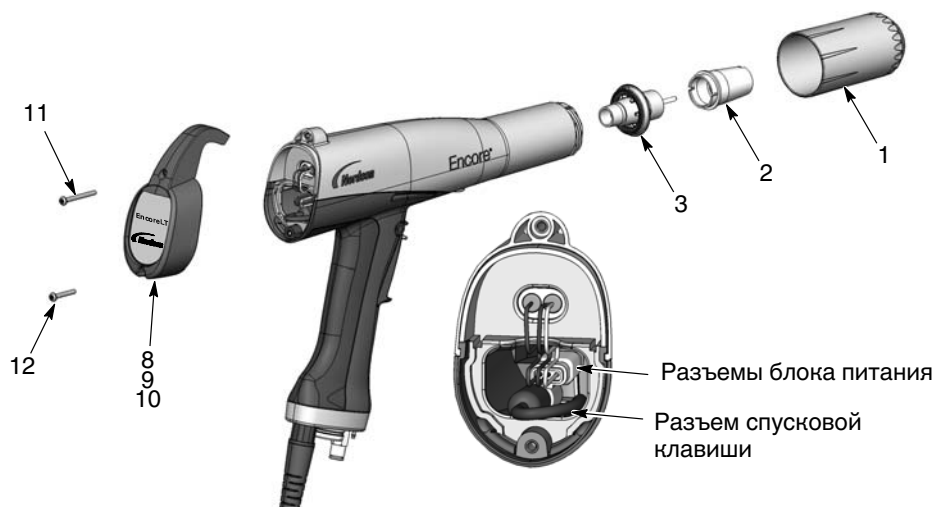
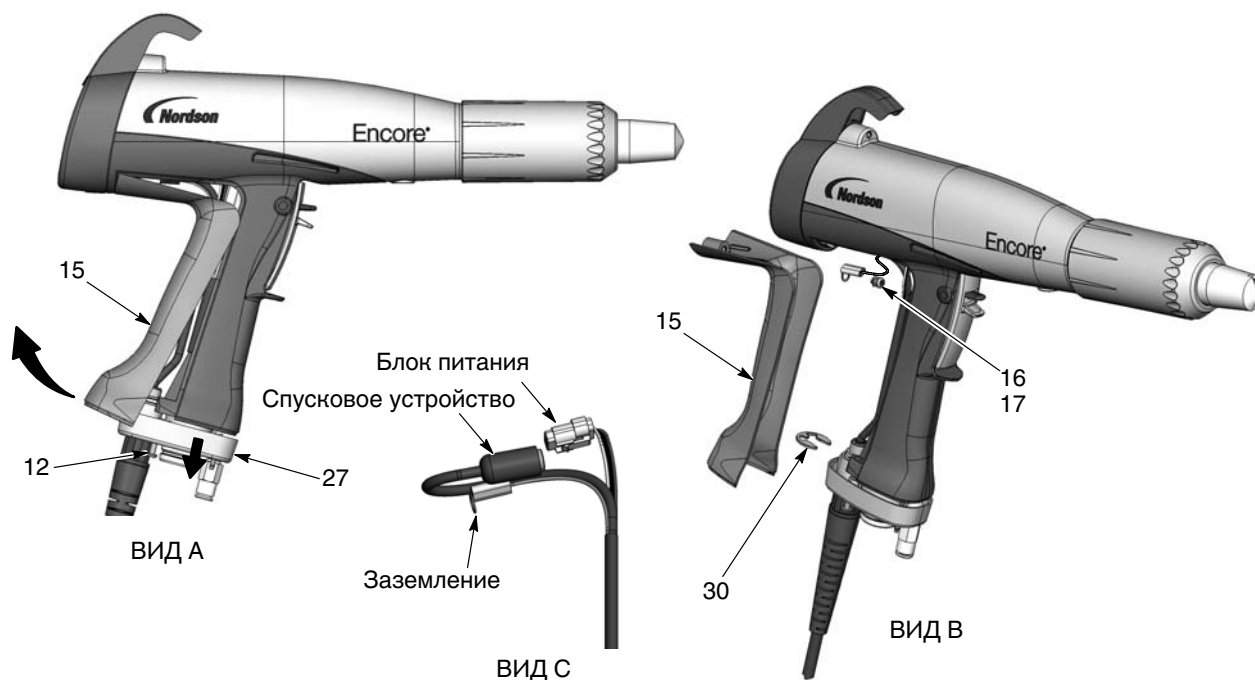

Рис. 6-1 Разборка распылителя
Рис. 6-6 Замена кабеля
1. См. рис. 6-1. Отвернуть гайку форсунки, снять форсунку и узел электрода (1, 2, 3).
4. См. рис. 6-1. Поставить крышку, корпус и крючок, как показано на рисунке.
5. Вставить узел электрода (3) в переднюю часть корпуса распылителя. Соблюдать осторожность, чтобы не погнуть и не сломать проволочный электрод.
6. Установить форсунку (2) на узел электрода, проследив, чтобы выступы узла электрода вошли в пазы на форсунке.
7. Поставить гайку (1) на форсунку и затянуть, поворачивая по часовой стрелке.
2. См. рис. 6-1. Вывернуть нижний винт (12) из корпуса (9).
3. См. рис. 6-6, вид А. Ослабить два винта М3 х 20 (12) крепления основания рукоятки (27) к рукоятке.
4. Оттянуть основание от рукоятки достаточно для того, чтобы освободить из основания нижний край накладки заземления (15).
6. См. рис. 6-6, вид В. Вывернуть винт М3 х 8, снять стопорную шайбу (16, 17) и наконечник провода заземления с накладки заземления.
7. Снять с кабеля Е-образную стопорную шайбу (30).
8. См. рис. 6-6, вид С. Вытянуть разъемы кабеля из рукоятки. Отсоединить жгут проводов питания от кабеля распылителя, а затем вставить плоское жало миниатюрной отвертки в углубление в разъеме жгута проводов питания и освободить фиксатор.
1. См. рис. 6-6. Продеть новый кабель сквозь основание рукоятки, а затем зафиксировать кабель E-образной стопорной шайбой (30).
3. Подсоединить наконечник провода к накладке заземления (15), используя винт М3 х 6 и стопорную шайбу (16, 17).
6. Приставив основание (27) к рукоятке и накладке заземления, надежно затянуть в основании два винта М3 х 20 (12).
7. См. рис. 6-1. Поставить нижний винт М3 х 20 (12) в корпус (9) и надежно затянуть винт.
1. См. рис. 6-6. Снять накладку заземления, как описано под заголовком *Кабель, снятие*, операции 1–5. Не нужно отсоединять провод заземления от накладки заземления.